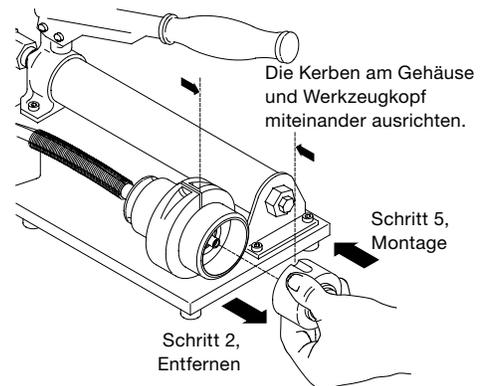

Abb. 2 Entfernen/Einsetzen des Werkzeugkopfes
2. Den zuvor eingesetzten **Werkzeugkopf** aus dem **Hydraulikgehäuse** entfernen. Siehe Abb. 2.
5. Setzen Sie den ausgewählten **Werkzeugkopf** in das **Hydraulikgehäuse**, und richten Sie die Kerbe auf dem Kopf mit dem **Ausrichtungsstift** im Hydraulikgehäuse aus. Siehe Abb. 2.